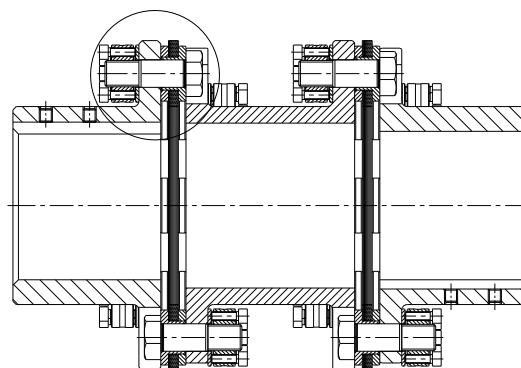

Bild 29: Montage der Lamellenpakete RADEX®-N Gr. 136 - 336 und 138 - 338
- Lamellenpakete und Zwischenstück einsetzen (siehe Bild 29). Bei Bauart NN entsprechend 1 Lamellenpaket (Zwischenstück entfällt).
- Die Teile zunächst nur handfest verschrauben, wobei die Passschrauben wechselseitig zu montieren sind (siehe Bild 29). Bei Größe 156 und 158 Unterlegscheibe unter dem Schraubenkopf verwenden.